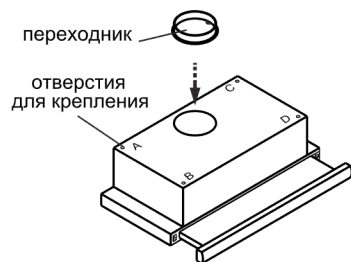
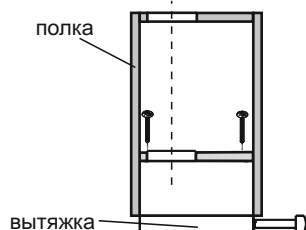

рис. 4
рис. 5
- снимите алюминиевый фильтр (рис. 4);
- 6.1 Установите пластиковый переходник и зафиксируйте его защелками (рис. 4).
- 6.3 Крепление кухонной вытяжки к верхней полке над плитой (рис. 4, рис. 5):
- вырежьте дополнительное отверстие в полке шкафа (рис. 5) для воздуховода при работе в режиме «вытяжки» и для свободного прохождения воздуха при работе в режиме «рециркуляции».